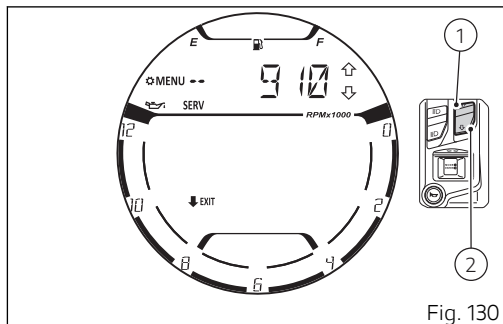
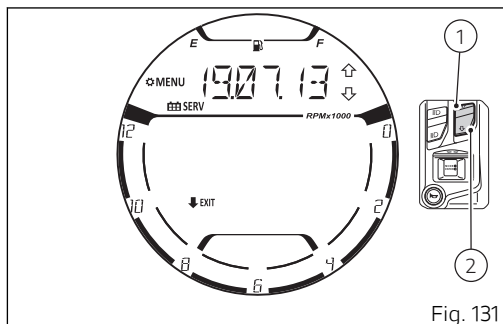

Fig. 130
Fig. 131
Al presionar el pulsador (1) o el pulsador (2) el salpicadero visualiza en secuencia la información "Oil Service" (Fig. 130), "Annual Service" (Fig. 131) y luego vuelve a visualizar la información del "Desmo Service" (Fig. 129).